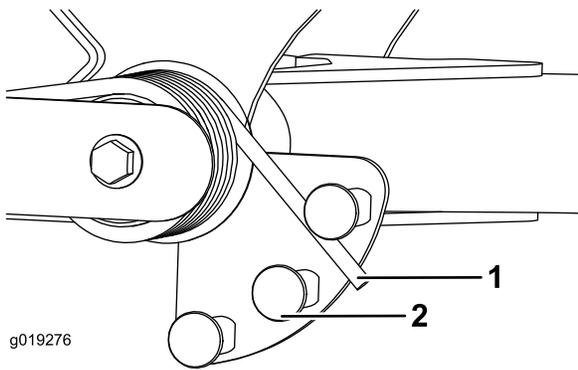

Рисунок 54
2. Вставьте трубу или аналогичный предмет в длинный конец пружины и поверните его вокруг пружинного привода в нужное положение (Рисунок 54).